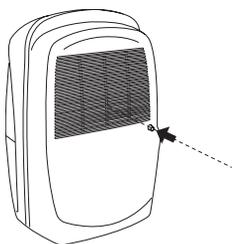

fig. 3
- 1) Fure o interior do bico de descarga utilizando uma broca de berbequim de 7 mm de diâmetro ou, eventualmente, remova a parte pré-cortada fazendo pressão com uma chave de fendas ou uma ferramenta semelhante; (Fig. 3).